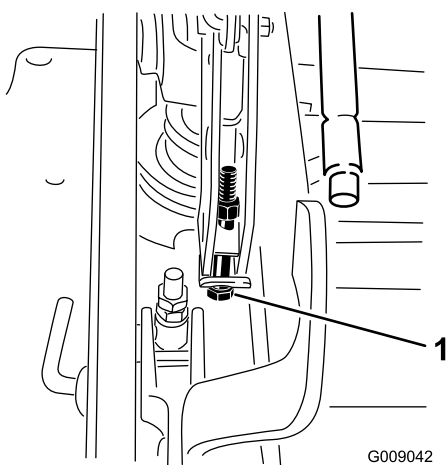

**Figura 90**
- 12. Para ajustar el sistema de ajuste de un solo punto, afloje los dos pernos situados cerca del borde inferior de la pletina de altura de corte. Consulte Figura 90.
14. Apriete los dos pernos situados cerca del borde inferior de la pletina de altura de corte (Figura 90). Apriete a 37–45 Nm (27–33 pies-libra).